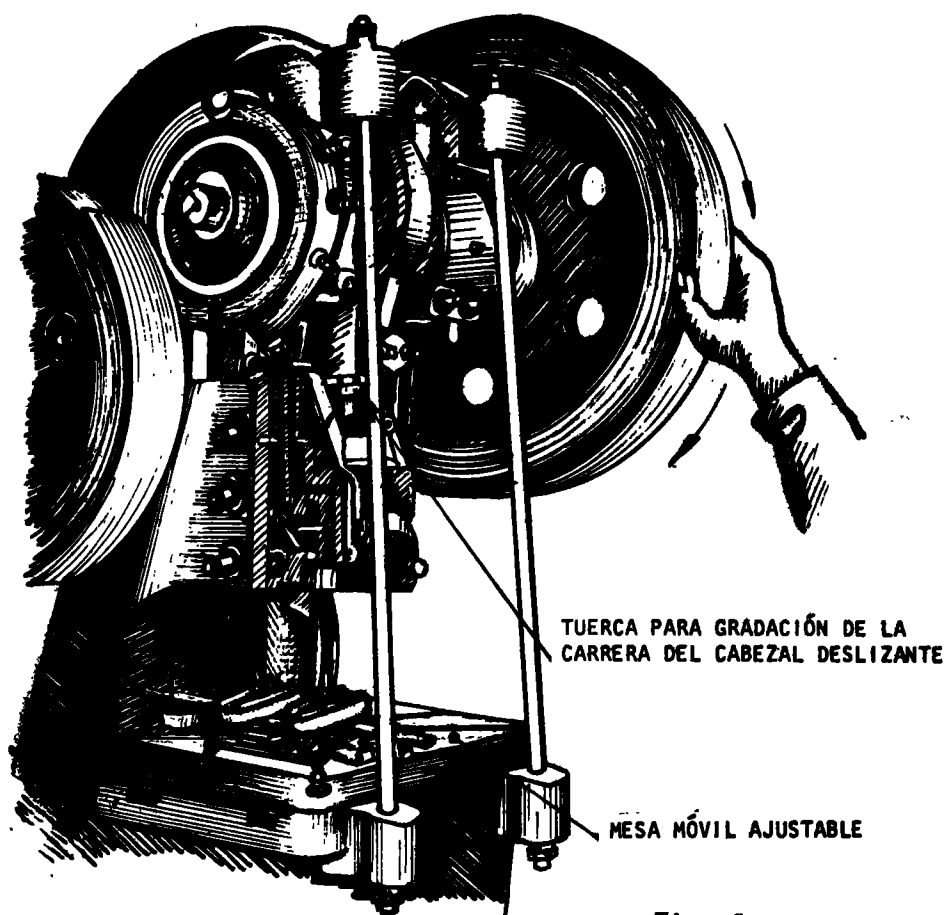

Fig. 1
- \_\_\_ c Haga girar manualmente el volante que hace descender el cabezal deslizante, hasta acercarlo a la estampa inferior (fig. 1).